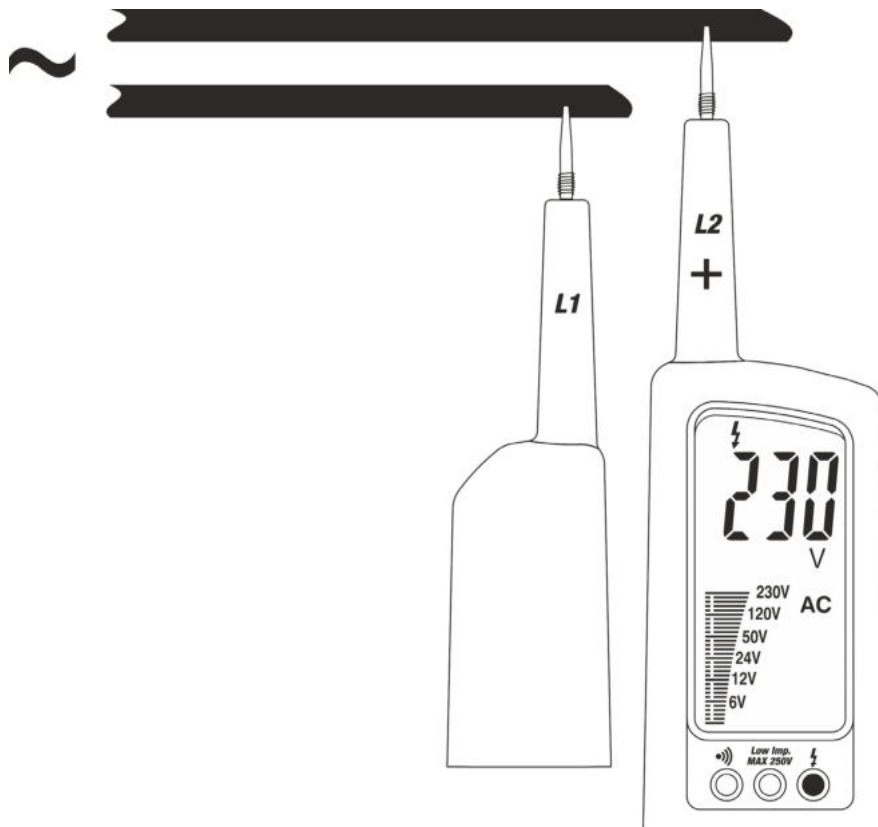

Fig. 3: Misura di Tensione AC
2. Collegare i puntali L1 e L2 alla sorgente in prova (vedere Fig.3). La misura è eseguita **solo con contatto dei puntali sulla parte metallica dei conduttori**